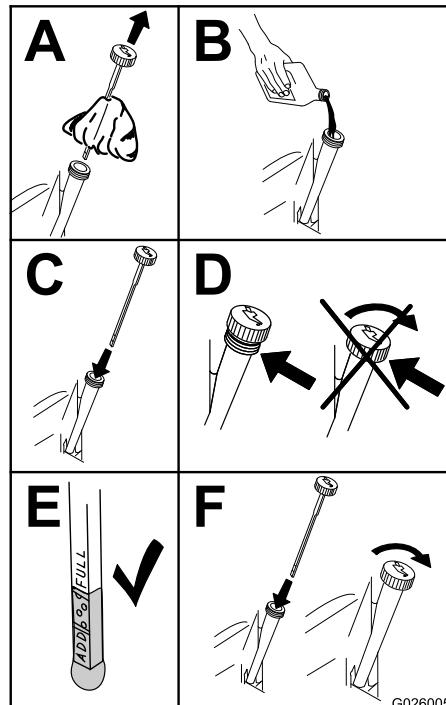

Figure 40
4. Versez lentement environ 80 % de l'huile spécifiée dans le tube de remplissage, puis faites l'appoint lentement pour faire monter le niveau jusqu'au repère maximum (**Full**) (Figure 40).